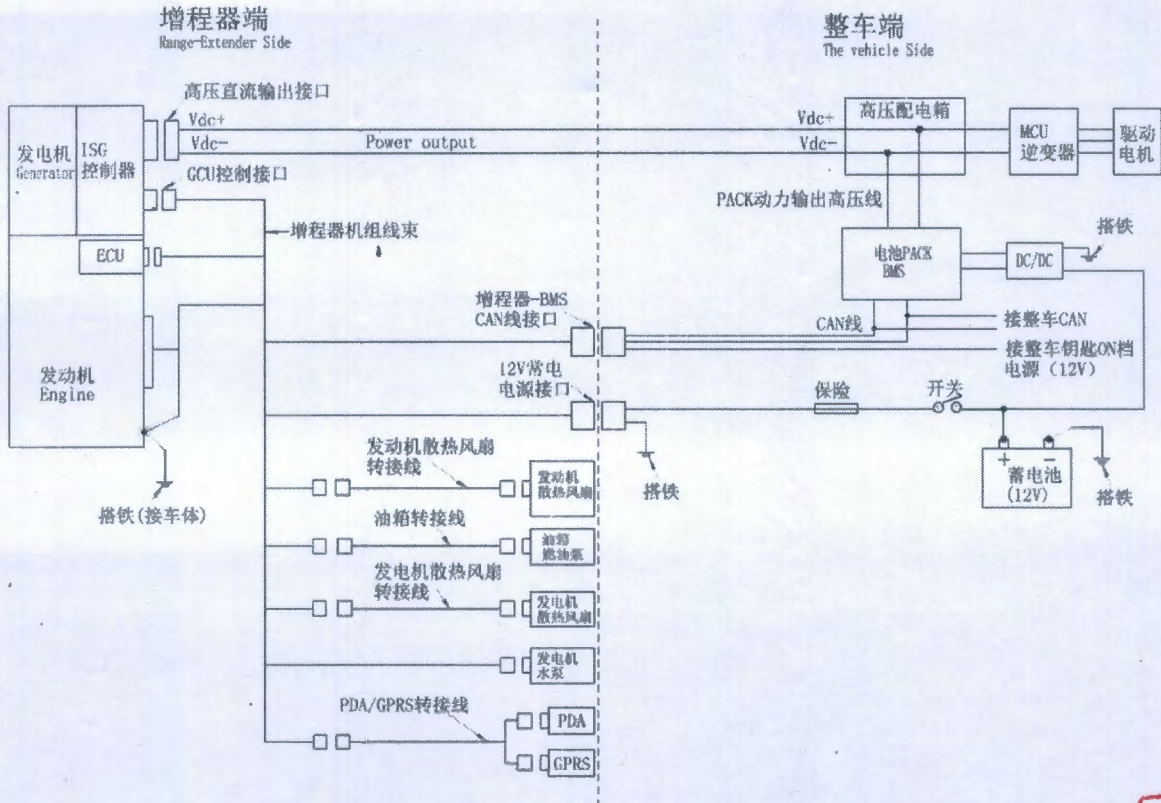

图 8 增程器系统与整车接线图
4.5.1 增程器系统与整车接线图，如图 8 所示：
## 1) 高压直流动力线束连接, 见 4.5.1 图 8;
### 3) 12V 常电线束连接，见 4.5.1 图 8；
### 4) BMS—CAN 线连接以及钥匙电连接，见 4.5.1 图 8；
### 5) 发动机散热风扇线束连接，见 4.5.1 图 8；
### 6) 油箱线束连接，见 4.5.1 图 8；
### 7) 发电机散热风扇线束连接，见 4.5.1 图 8；
### 8) 发电机水泵线束连接，见 4.5.1 图 8；
#### 9) PDA/GPRS 线束连接，见 4.5.1 图 8；